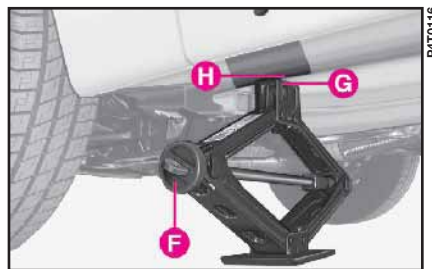

fig. 9
10) Gire a mano la manivela **F** (fig. 9) para abrir parcialmente el gato y colóquelo debajo del coche.
11) Gire la manivela del gato hasta que la ranura **G** (fig. 9) se introduzca correctamente en el perfil inferior **H** de la carrocería.